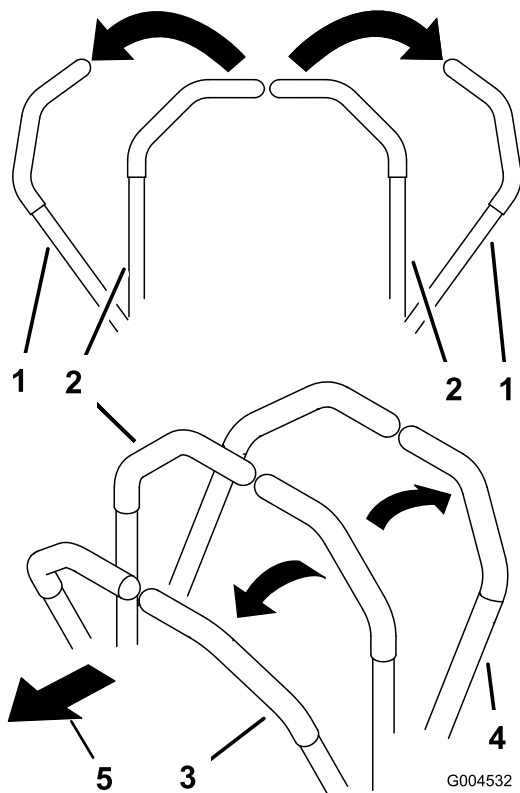

Figura 19
- Per fare marcia avanti spingete lentamente in avanti le leve di controllo del movimento (Figura 19).
- Per fare marcia indietro tirate lentamente indietro le leve di controllo del movimento (Figura 19).
- per svoltare, rallentate tirando indietro entrambe le leve, poi spingete in avanti la leva sul lato opposto a quello da cui volete svoltare (Figura 19).